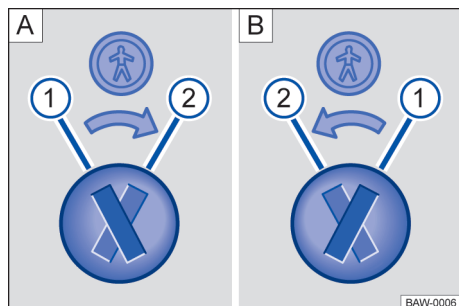

Fig. 43 Cierre de seguridad para niños: **A)** puerta trasera izquierda, **B)** puerta trasera derecha.
Legenda para→ **fig. 43:**
- Introducir el paletón de la llave en la ranura del seguro para niños para activarlo o desactivarlo → **fig. 43**.